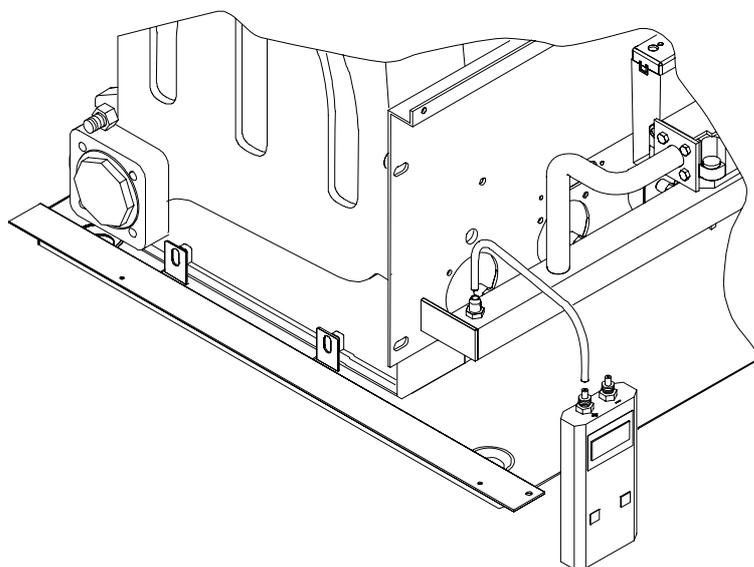

fig. 22
- Regolare la pressione fino ad ottenere a valle della valvola gas (cioè all'entrata del bruciatore principale, vedi fig.22) il valore riportato nella tabella "UGELLI - PORTATE - PRESSIONI" (pag.7.).